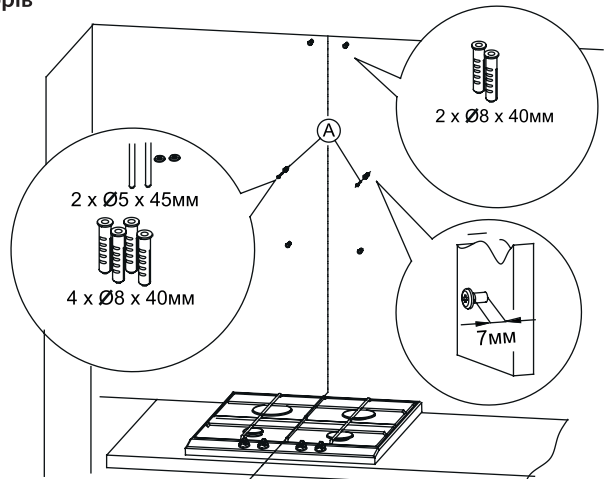

Рис. 4. Підготування монтажних кріплень
2. У отвори вставте дюбелі. У два отвори, позначених **A** (Рис. 4), вкрутіть також ґвинти (залишаючи 7 мм ґвинту поза дюбелю).